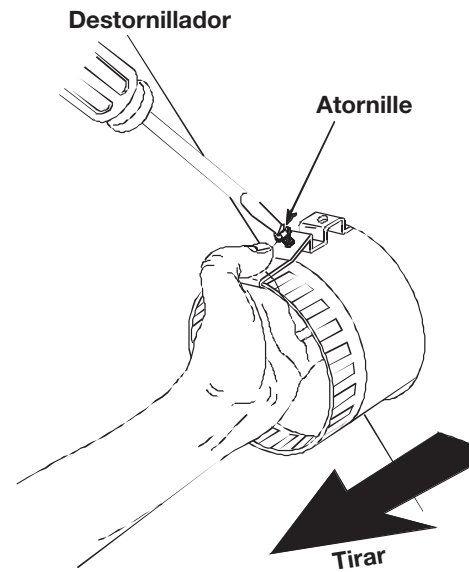

Figura 6
- Tire del tubo flexible a través del orificio hasta que el clip "encaje" en su sitio. Mantenga la posición con una mano mientras asegura el tornillo con la otra. Vea la Figura 6.